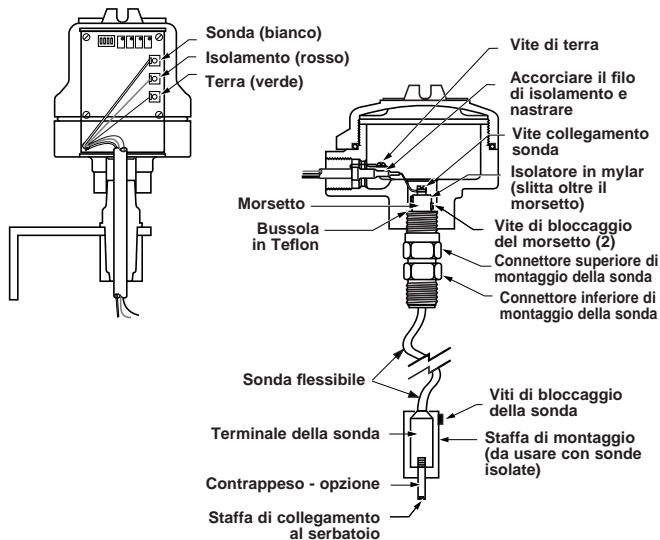

Figura 13
1. Svitare la sonda dalla sua custodia. Togliere l'isolante in Mylar della custodia posto sopra al morsetto. Vedere **Figura 13**.
2. Fissare il peso (se utilizzato) all'estremità della sonda. Vedere **Figura 13**.
4. Fissare l'estremità inferiore della sonda (o il peso facoltativo) alla staffa del serbatoio, nel caso in cui questa venga utilizzata. Vedere **Figura 13**.